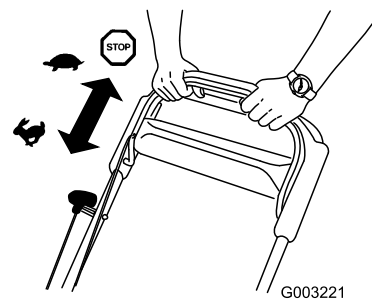

Figuur 18
2. Duw op de elektrische startknop (Figuur 17) of trek voorzichtig aan de handgreep van het startkoord (Figuur 18) tot u weerstand voelt, trek vervolgens krachtig en laat de handgreep dan langzaam naar de koordgeleider op de handgreep teruglopen.